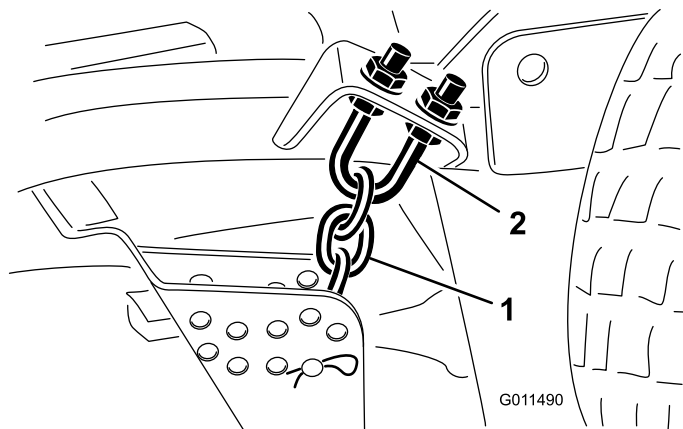

Figura 79
1. Allentate i controdadi sulla parte superiore o inferiore del bullone a U della catena dell'altezza di taglio (Figura 79).